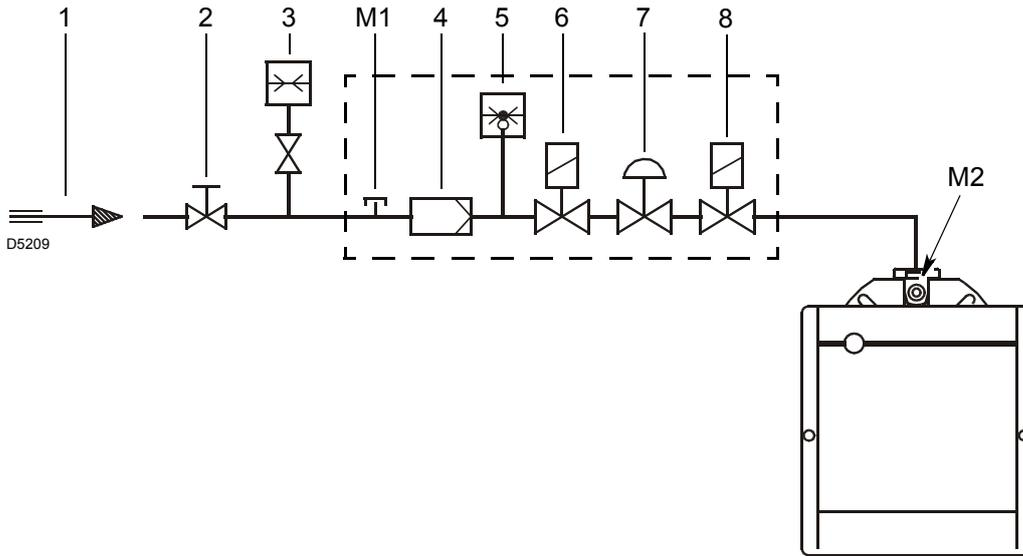

Abb. 16
Zeichenerklärung (Abb. 16)
Gasdruck, gemessen am Anschluss M2)(Abb. 16) unter folgenden Bedingungen:
- vom Gasdruck am Anschluss M2)(Abb. 16) den Druck in der Brennkammer abziehen.
Gasdruck am Anschluss M2)(Abb. 16) = 10 mbar
Um stattdessen den am Anschluss M2)(Abb. 16) notwendigen Gasdruck zu ermitteln, nachdem die höchste Modulationsleistung festgelegt wurde, bei der der Brenner arbeiten soll:
- Rechts, in Spalte 1, den Druck am Anschluss M2)(Abb. 16) ablesen.